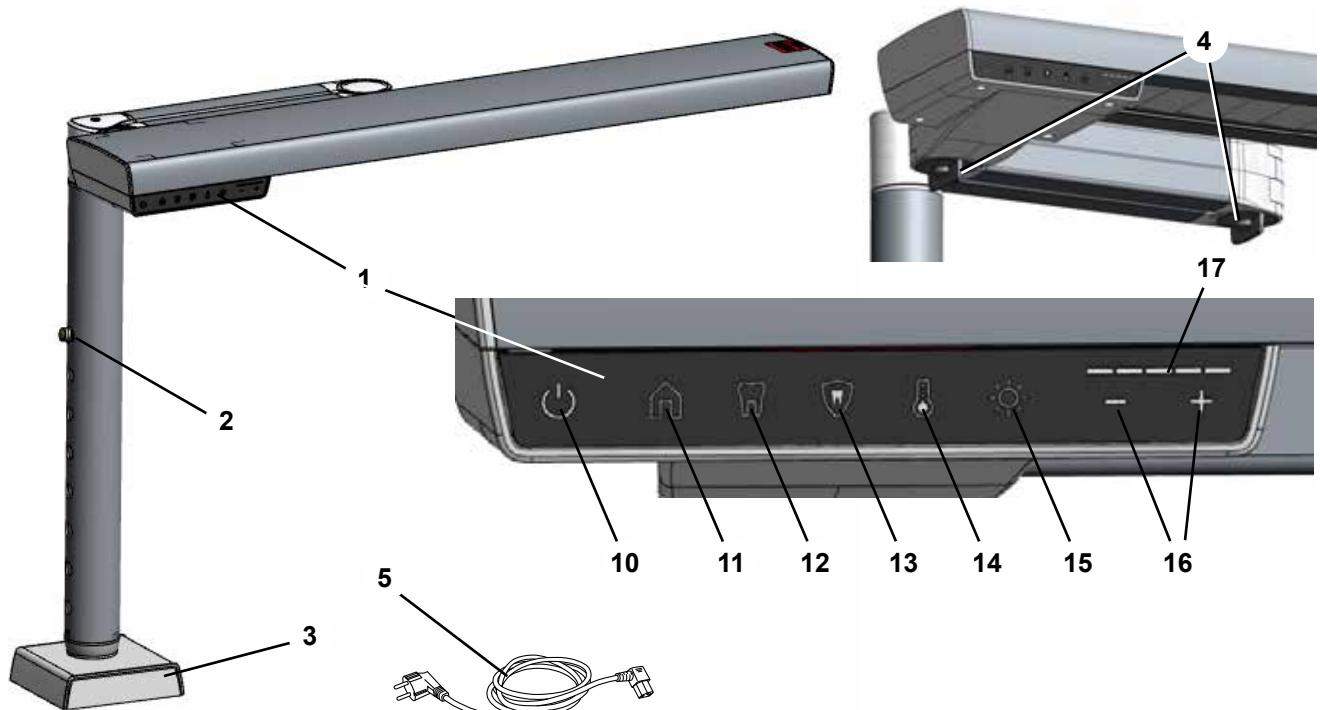

Fig. 1
- ⇒ Enfoncer le blocage du réglage en hauteur (2, Fig. 1) et sortir le tube intérieur au niveau du socle jusqu'à la position maximale.
Pour déterminer l'emplacement de montage approprié, desserrez le verrouillage articulé 4, Fig. 1) et vérifiez que vous pouvez déplacer la lampe de travail dans la position optimale décrite précédemment (chapitre 4.2.1).
- ◆ La touche Brightness (15, Fig. 1) s'allume.
- ◆ Sur l'affichage Intensity (17, Fig. 1), la valeur de luminosité actuelle apparaît.